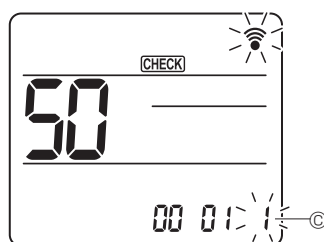

Fig. 6-17
④ Вибір номера параметра
За допомогою кнопки [01] змініть номер налаштування ③. (Fig. 6-17)